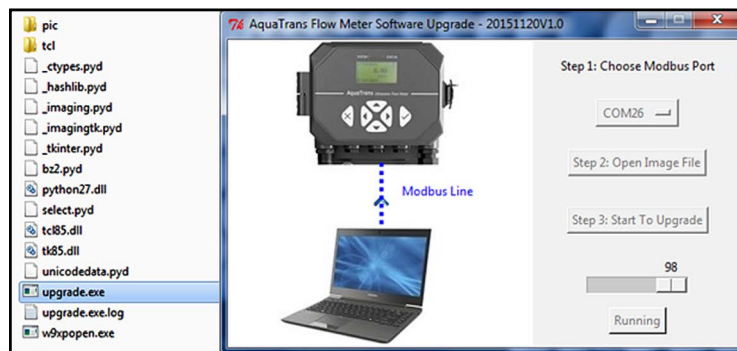

Figure 36 : Exécution du logiciel update.exe
3. Exécutez le logiciel de mise à jour en cliquant sur le fichier upgrade.exe (voir la figure 36 ci-dessous). L'installation du logiciel sur le PC n'est pas nécessaire.